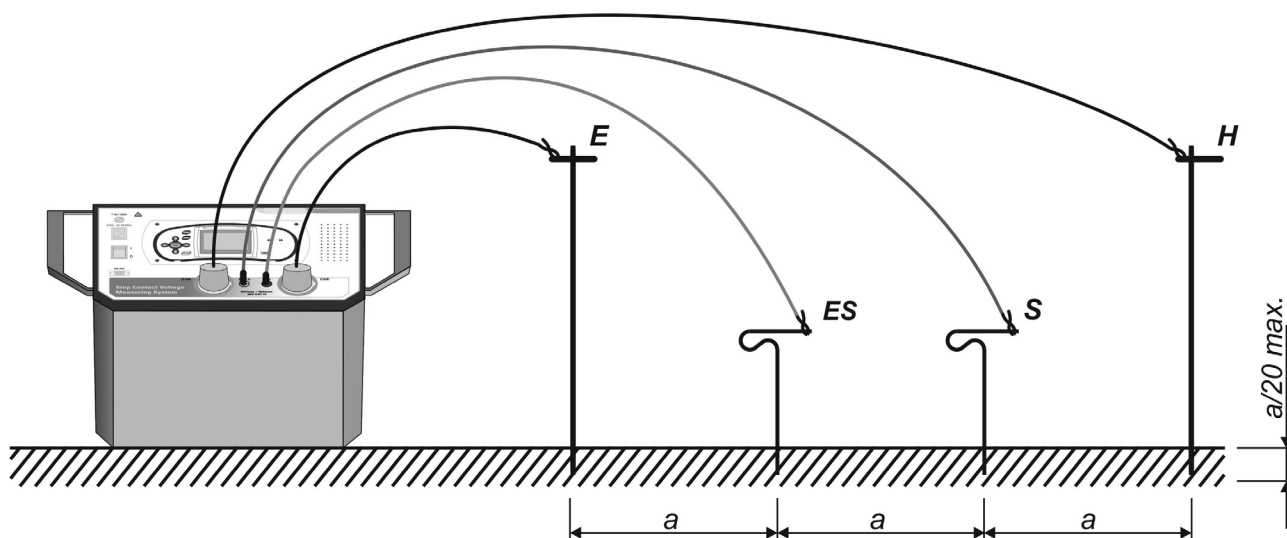

Fig. 27: Collegamento dello strumento per misura di resistività del terreno
La misura di resistività è svolta dalla sola unità di potenza HT2055S sfruttando il metodo Wenner utilizzando 4 sonde ausiliarie posizionate ad una distanza “a” tra di loro programmabile sullo strumento in accordo allo schema riportato nella Fig. 27 seguente
- 4 Piantare le sonde ausiliarie di prova equidistanti al valore “a” impostato sullo strumento e collegare i terminali di ingresso C1/H, C2/E (sonde di corrente), ES ed S (sonde di tensione) al sistema di terra in prova usando i cavi in dotazione come mostrato in Fig. 27